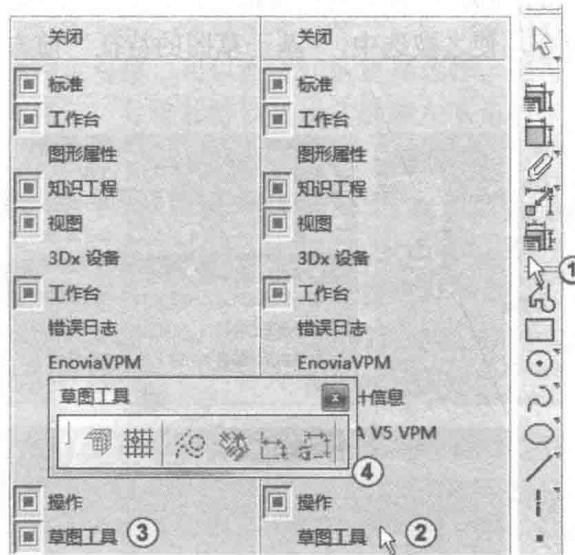

图1-12 调出“草图工具”工具栏
如果不小心关掉或者隐藏了“草图工具”，可以选择菜单“视图”→“工具栏”→“草图工具”命令，使其被选中 $\blacksquare$ ，使其显示。或者在工具栏图标上右击，如图1-12中①所示，在弹出的快捷菜单中选择“草图工具”命令，如图1-12中②所示，恢复显示，如图1-12中③④所示。